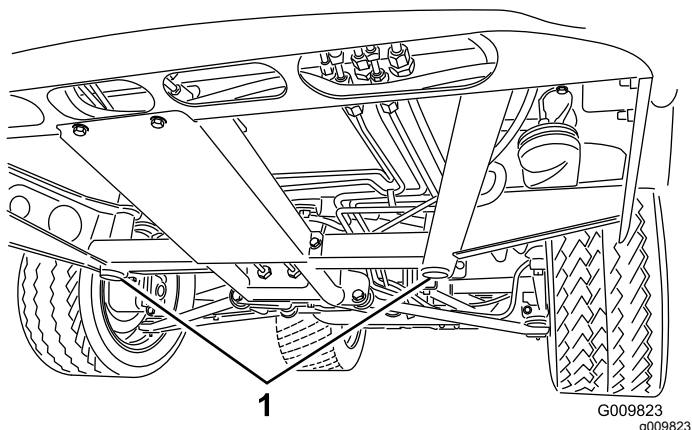
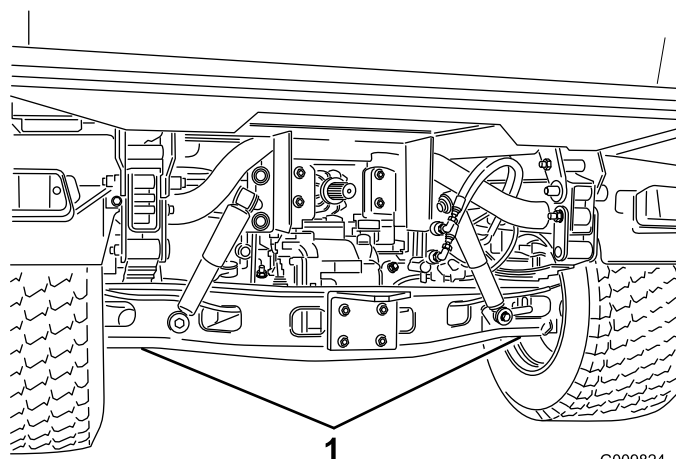

Figure 43
Figure 44
- Le point de levage au cric avant se trouve sous le support de cadre central avant (Figure 43), et le point arrière se trouve sous l'essieu (Figure 44).